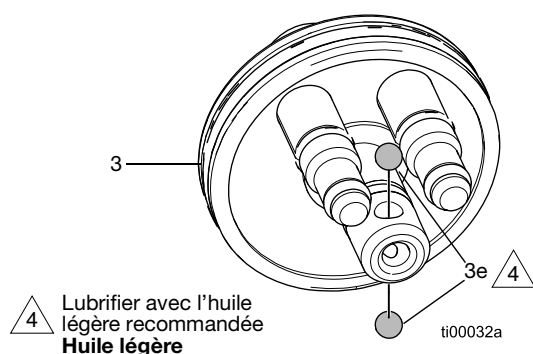

FIG. 35 : Emplacement des roulements à billes du piston
1. S'assurer que les roulements à billes (3e) sont en place. Voir FIG. 35.
3. Pousser l'ensemble du piston (3) dans le corps du pistolet.
4. Lubrifier et installer le guide du ressort (9) dans le piston (3).
5. Installer le ressort de fluide (11).
6. Installer le ressort pneumatique (16).
7. Fixer le chapeau d'air (5) sur le pistolet.